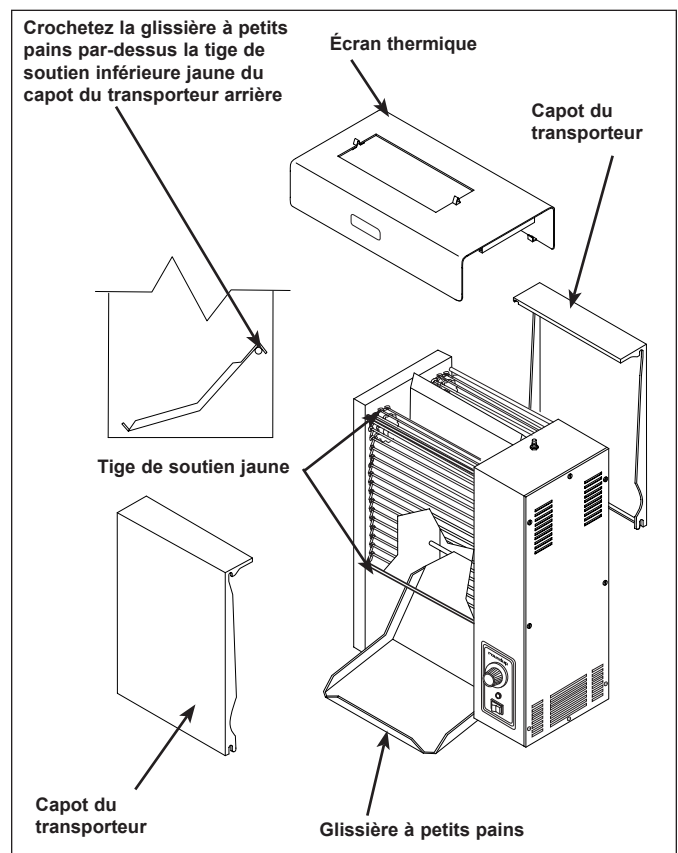

Figure 2. Installation de la glissière à petits pains
- Glissière à petits pains (Figure 2)
3. Installez la glissière à petits pains (Figure 2).